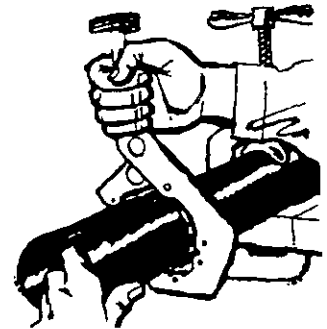

FIGURA R5-19 Corte del "tubing". (Cortesía de Mueller Brass Company.)
1. Cortar y ajustar el tubo o "tubing" (figura R5-19).